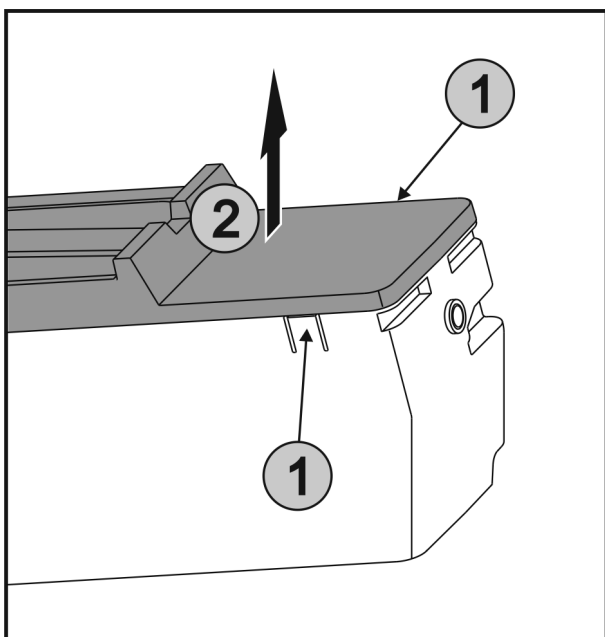

Fig. 40
- ▶ Presionar simultáneamente las lengüetas Fig. 40 (1) a ambos lados del EasyTwist-Ice y extraer la cubierta Fig. 40 (2) hacia arriba.